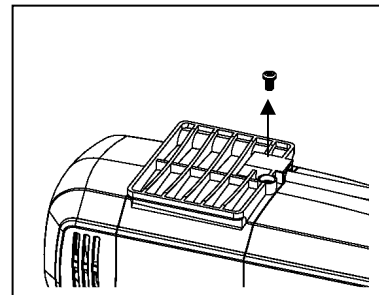

Fig. 11
5. Retire el tornillo de fijación, que se encuentra en la parte inferior de la bomba. Fig. 11